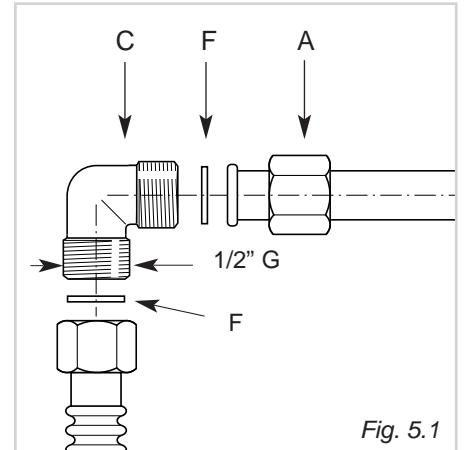

Fig. 5.1
Il raccordo gas del piano cottura (fig. 5.1) è così composto:
- ✓ Le guarnizioni F (fig. 5.1) sono gli elementi che garantiscono la tenuta della connessione gas.